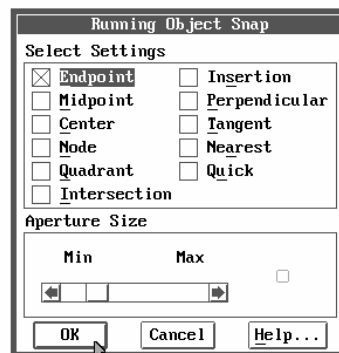

Fig. 2.13
- *meniu bară > Settings > Object Snap...* (fig. 2.13)